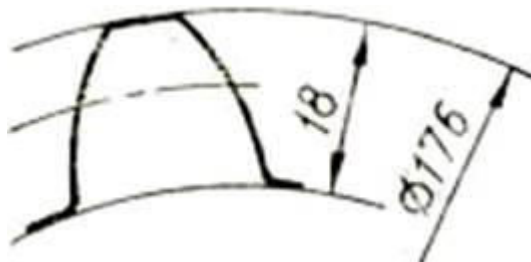

Рис.3
9. Сколько, зубьев имеет нормальное прямозубое зубчатое колесо с указанными размерами (рис. 3)?